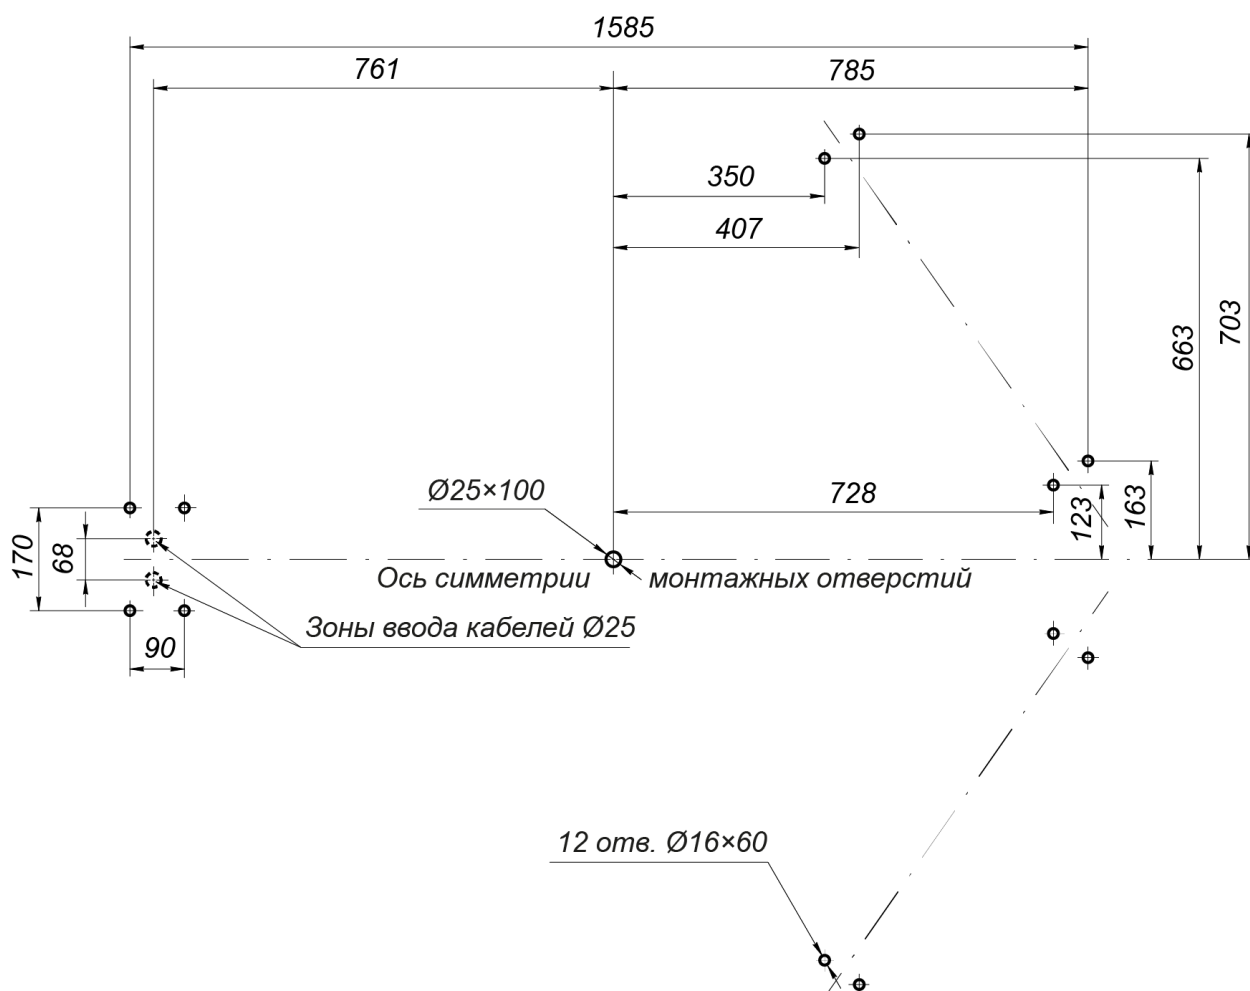
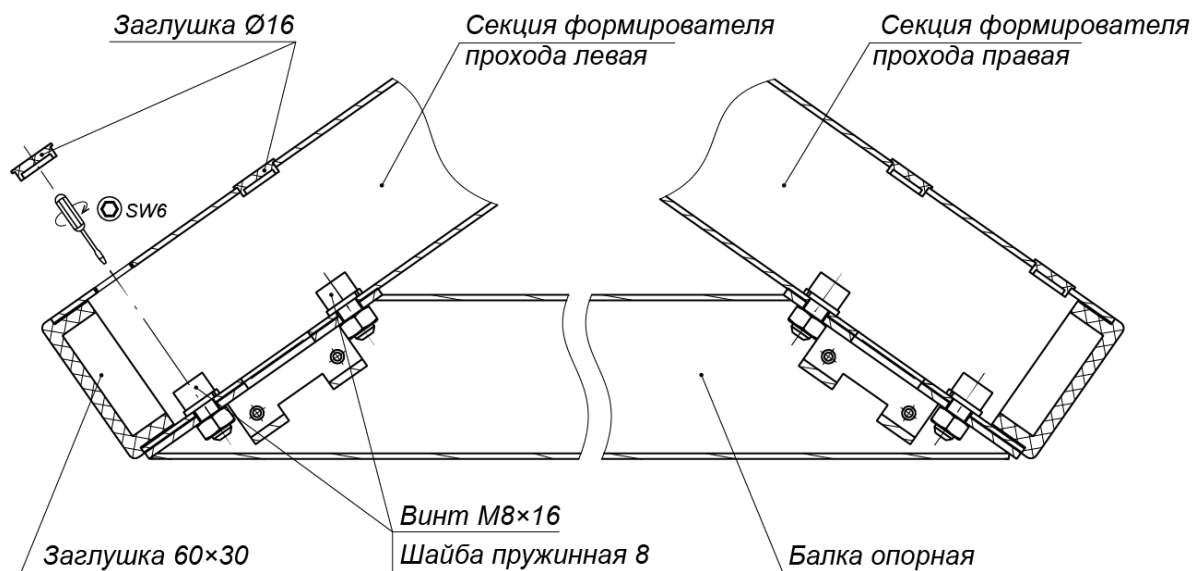

Рисунок 12. Схема разметки для монтажа турникета
Рисунок 13. Крепление балки опорной (7) к секциям (6) формователя прохода
3. Выполните на установочной поверхности разметку отверстий для монтажа турникета. Используйте шаблон из комплекта поставки, но затем обязательно проверьте истинность расстояний в соответствии с рис. 12.
- Установите секции (6) формователя прохода на установочную поверхность, ориентируя отверстия в опорных фланцах по расположению анкеров. При этом левая и правая секции должны быть правильно выставлены и сориентированы: блоки индикации формователей должны быть развернуты от оси симметрии (см. рис. 12) и учтено расположение на секциях мест крепления опорной балки (см. рис. 13).
9. Установите балку опорную (7) на секции (6) формователя прохода:
- Закрепите балку опорную на секциях формователя прохода четырьмя болтами М8×16 (ключ SW6) из комплекта сборочно-монтажных принадлежностей (ящик №4). При уличном монтаже стыки опорной балки с секциями формователя прохода рекомендуется герметизировать, используя атмосферостойкий силиконовый герметик по инструкции производителя (см. рис. 13).
10. Распакуйте стойку с преграждающими планками (5) (ящик №4).
11. Установите стойку с преграждающими планками (5) (работайте вдвоем!):
- Для варианта прокладки кабелей питания и управления через кабельные каналы в установочной поверхности снизу: положите стойку с преграждающими планками (5) на установочную поверхность таким образом, чтобы опорный фланец находился рядом с зоной отверстия А. Затем, используя монтажную проволоку, протяните кабели через нижнее отверстие в преграждающей стойке со стороны фланца вверх по стойке до ее верхнего отверстия. Выпуск кабелей на выходе из верхнего отверстия должен составлять 0,8 - 1,0 м. Временно зафиксируйте концы кабелей на верхней планке преграждающей стойки (к примеру, с помощью липкой ленты).
- Установите стойку с преграждающими планками на отверстия с анкерами в установочной поверхности по оси симметрии, при этом фланец должен встать на зону А, а место нижнего узла вращения (3) – на отверстие с анкером М16 (см. рис. 12).
17. Окончательно затяните анкерные болты крепления к установочной поверхности опорных фланцев стойки с преграждающими планками (5) и фланцев секций (6) формирователя прохода. При возникновении перекосов в силовых элементах конструкции турникета допускается использовать монтажные прокладки.
19. Закройте пластиковыми заглушками Ø16 отверстия для болтов соединения секций ротора (2) и отверстия крепления балки опорной (7) к секциям (6) формирователя прохода (см. рис. 13 и 20).